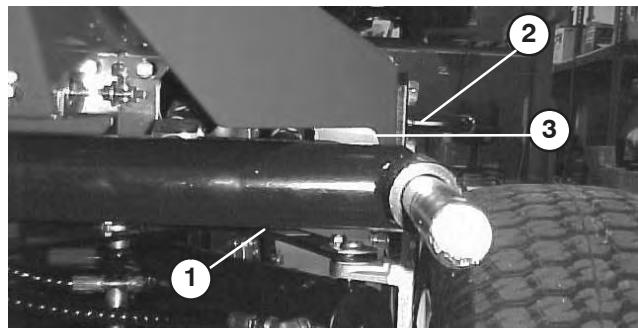
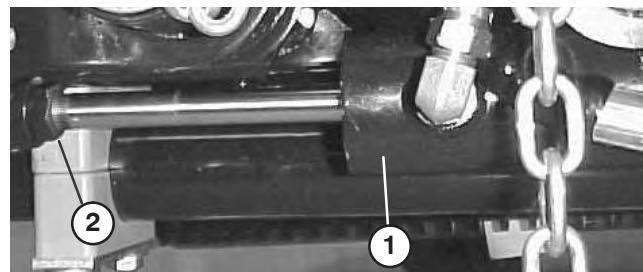
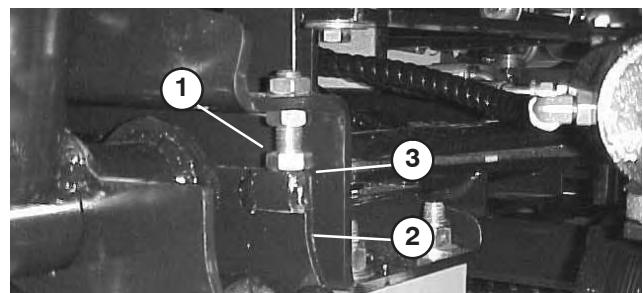

Bild 20
Bild 21
Bild 22
1. Lassen Sie den Motor an, heben Sie die Hubarme an. Stellen Sie sicher, dass der Abstand zwischen jedem Hubarm und der Bodenplattehalterung 4,6–8,1 mm beträgt (Bild 20). Sollte der Abstand nicht in diesem Bereich liegen, drehen Sie die Anschlagschrauben (Bild 22) zurück und stellen Sie den Zylinder so weit ein, dass sich der richtige Abstand ergibt. Drehen Sie zum Einstellen des Zylinders die Klemmmutter am Zylinder heraus (Bild 21), nehmen Sie den Stift von der Stange ab und drehen Sie den Lastbügel. Setzen Sie den Stift ein und prüfen Sie den Abstand. Wiederholen Sie das Verfahren bei Bedarf. Ziehen Sie dann die Mutter des Lastösenbolzens an.
2. Prüfen Sie, ob der Abstand zwischen jedem Hubarm und der Anschlagschraube 0,13–1,02 mm beträgt (Bild 22). Sollte der Abstand nicht in diesem Bereich liegen, stellen Sie die Anschlagschrauben entsprechend ein.